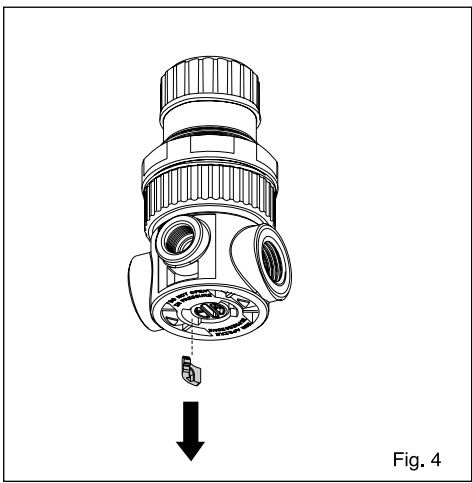

Fig. 4
- 1) Die Verriegelung entfernen (Abb. 4);
- 1) 去除安全齿 (图4)
- 1) Снимите стопорный зуб (рис.4);